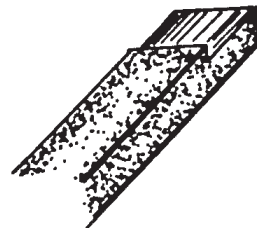

Figura 8
- Marca el ancho del larguero en uno de sus extremos y la mitad del grueso del travesaño (figura 8).